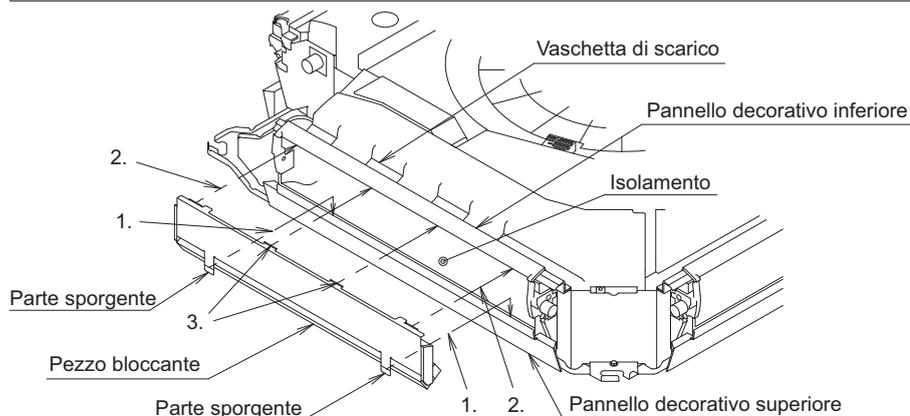
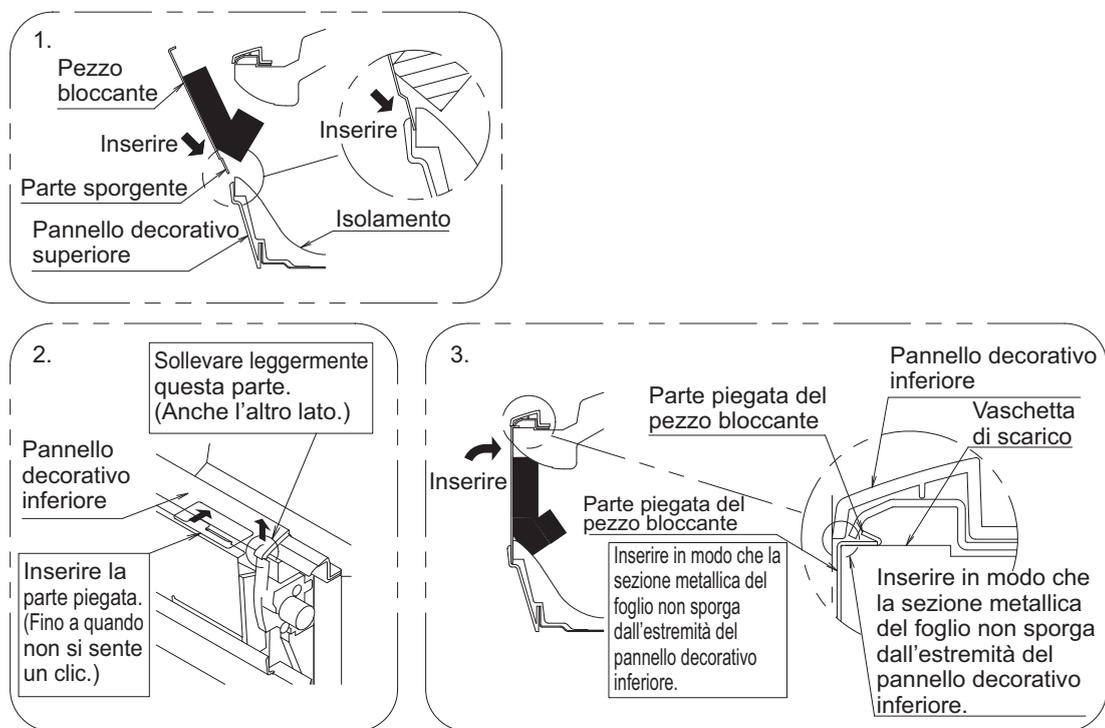

Fig. 12
Fig. 13
(2) Fissare il materiale di blocco all'uscita dell'aria. (Fare riferimento alla Fig. 12 e alla Fig. 13)